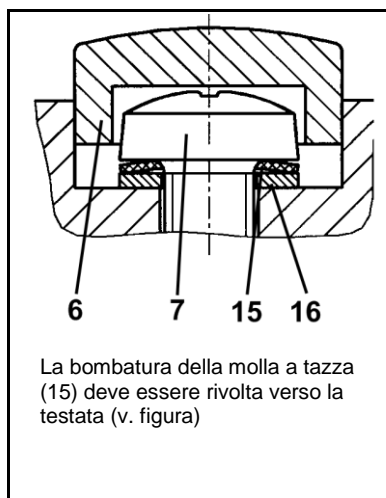

Fig. 14: orientamento della molla a tazza
i Per il corretto posizionamento della molla a tazza (15) e della rondella (16) e l'orientamento della molla a tazza v. fig. 14.
10. Montare i coprivite (6).